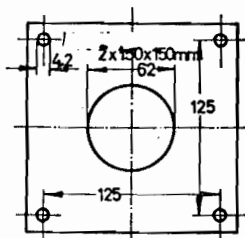

Fig. VI-9c
figure VI-9c. A ce point du travail on passera l'ensemble à l'argenture, après quoi on assemblera le système de couplage comprenant la boucle (12), le socle SO239 (11) et le condensateur ajustable (13) de 50 pF destiné
diamètre auquel sera soudé un axe de cuivre de 75 mm de long et 6 mm de diamètre, muni, comme le montre la figure VI-9c, d'un frotteur de 40 mm de long
Le conducteur intérieur (3) se compose d'un tube de 42 mm de diamètre (3a) soudé à une rondelle de laiton (3b) comme le montrent les éléments de la figure VI-9e. Le disque de laiton est destiné à constituer une armature du condensateur de découplage et à être « sandwiché » entre les pièces portant la référence (7) de la figure VI-9c après interposition de rondelles de mica (6) de 150 mm de diamètre et 0,3 mm d'épaisseur, percées au centre d'une ouverture de 42 mm laissant passer le tube central. Après assemblage et mise en place des éléments 3, 6 et 7, le tube central ayant été travaillé pour s'adapter sur la couronne extérieure de la lampe, on peut en finir avec le montage du circuit anodique.
b) **Circuit de grille** : Il comporte un coffret de 90 x 70 x 70 mm, débouchant, d'une part sur le support de la lampe par un orifice de 43 mm et de l'autre vers l'extérieur par une pipe de 125 mm de long et 42 mm de diamètre (10) destinée à être raccordée à la soufflerie.